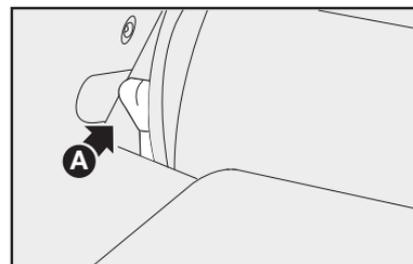

fig. 101
5) Destruvar o encosto do banco agindo sobre as alavancas laterais **A-fig. 101** do mesmo, na direção da seta;